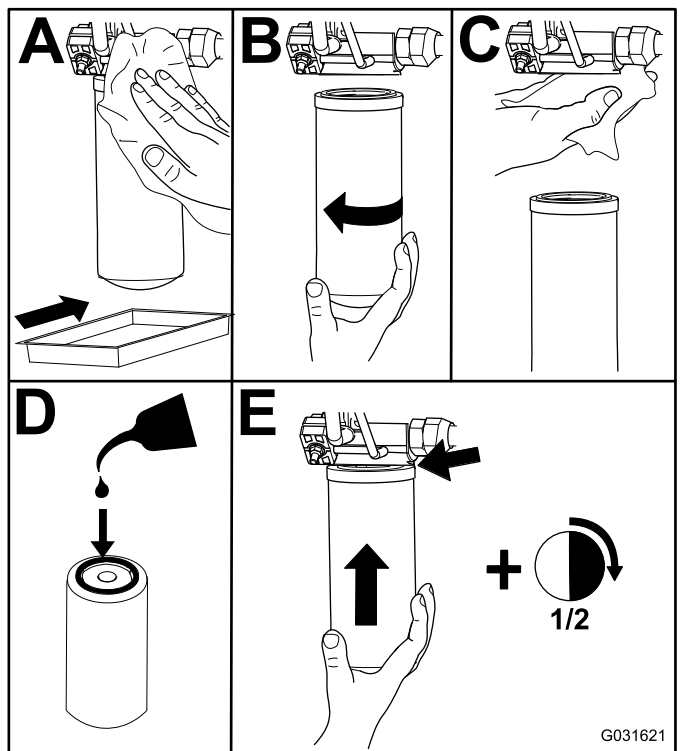

Рисунок 81
2. Замените гидравлические фильтры (Рисунок 81).